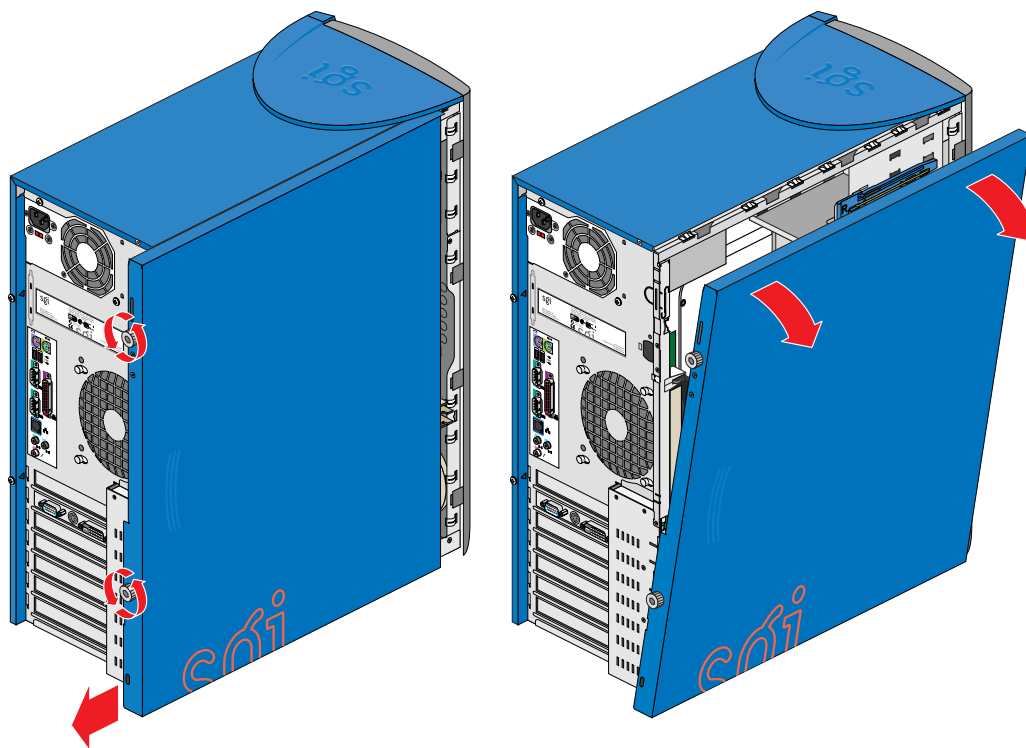

図2-1 サイドパネルの取り外し
3. 図2-1に示すように、サイドパネルを取り外すには以下の指示に従ってください。